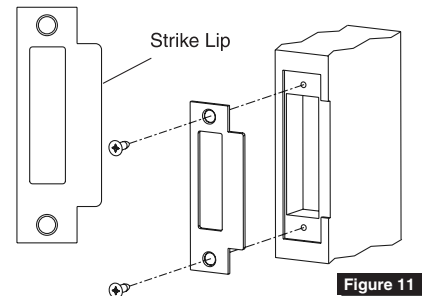

Figure 11
**STRIKE MUST BE ORIENTED WITH STRIKE LIP TOWARDS PULL SIDE OF DOOR. (FIGURE 11)**